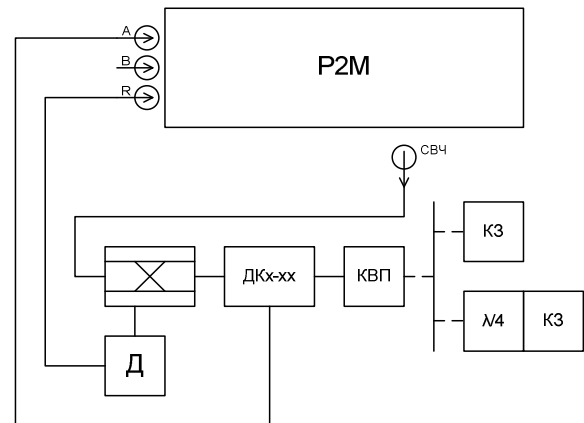

Рисунок 13 - Схема калибровки с датчиком КСВ, с опорным каналом
- с датчиком КСВ, с опорным каналом (рис. 13);